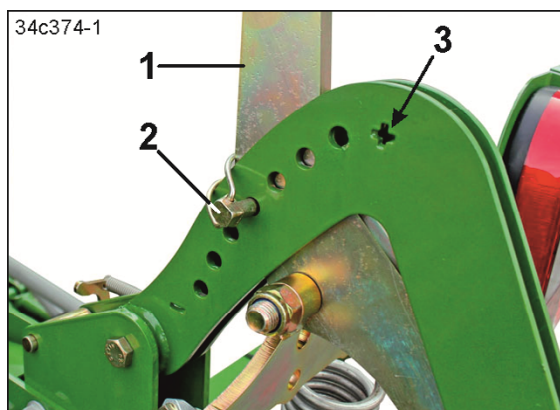

Рис. 170
4. Зафиксируйте положение рычага (Рис. 170/1) шплинтом с круглой пружинной защелкой (Рис. 170/2).
Прижим катков максимальный, когда шплинт с круглой пружинной защелкой (Рис. 170/2) вставлен в отверстие рядом со знаком "+" (Рис. 170/3).